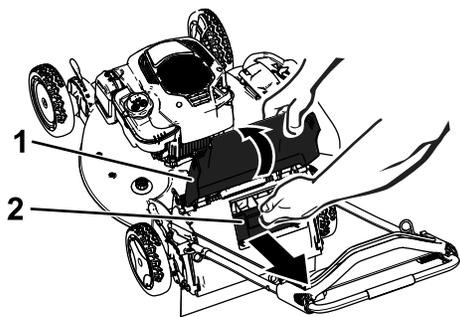

Рисунок 33
1. Поднимите и удерживайте заднюю дверцу (Рисунок 33).
2. Вытяните на себя заднюю выпускную заглушку (Рисунок 33).